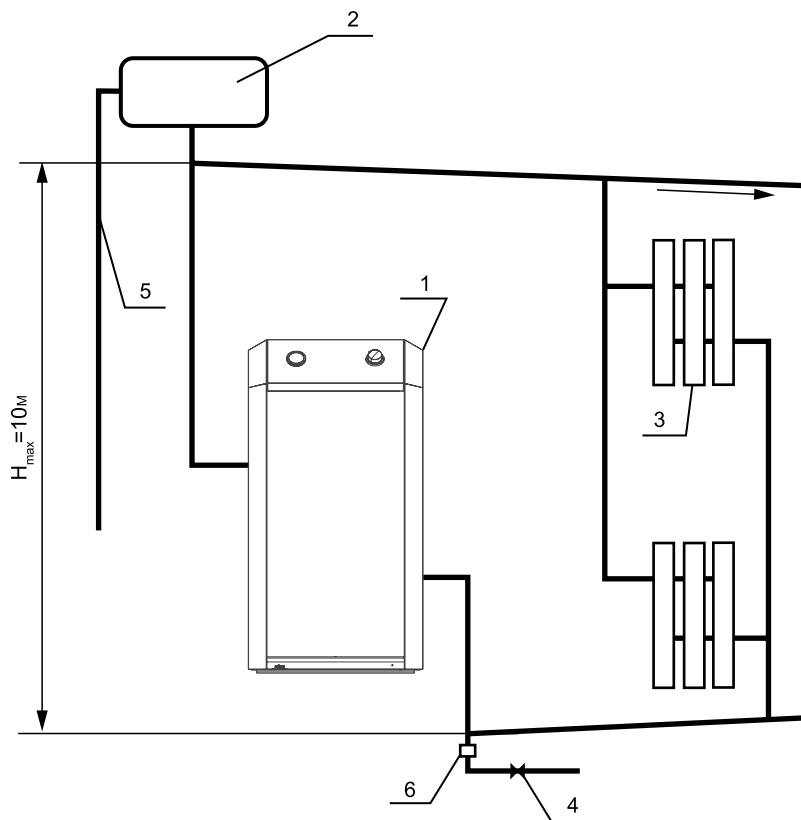

Рис. 2.
- 6.7. В открытой системе расширительный бачок устанавливается в верхней точке главного стояка, желателно в отапливаемом помещении. Запрещается устанавливать вентиль на сигнальной трубе (см. рис. 2, 3).